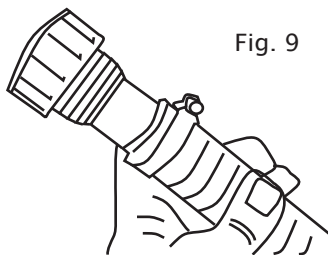

Fig. 9
13. Passe o adaptador escalonado pela porca roscada fêmea, coloque a abraçadeira sobre a mangueira e, em seguida, encaixe a mangueira escolhida no adaptador. A mangueira deve sempre ser fixada com uma abraçadeira adequada. Caso contrário, a força da bomba poderá empurrar a mangueira para fora. Fig. 9